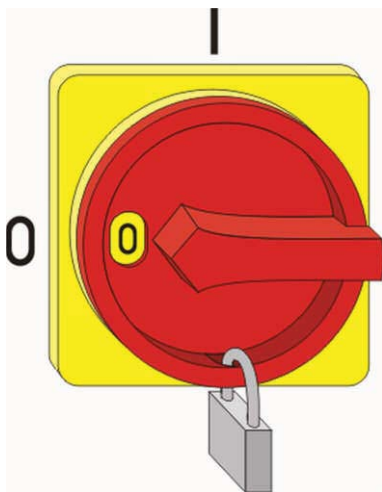

Рис. 4: Предохранение главного выключателя
2. Предохраните главный выключатель при помощи замка (Рис. 4).